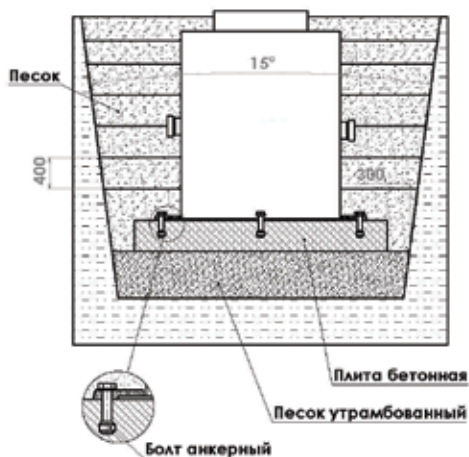

Рис. 5 Расположение бетонной плиты
В котловане по его периметру и на всю глубину устанавливается опалубка, на дне которой заливается усиленная стальной арматурой бетонная плита (рис.5). Толщина плиты рассчитывается из расчета габаритных размеров очистного сооружения и удельного веса бетона (для справки 1 м3 бетона 2500кг). В случае установки очистного сооружения в
- Установить в шкаф управления компрессор и таймер. Таймер подключить к розетке 1А. Смотреть рис.5